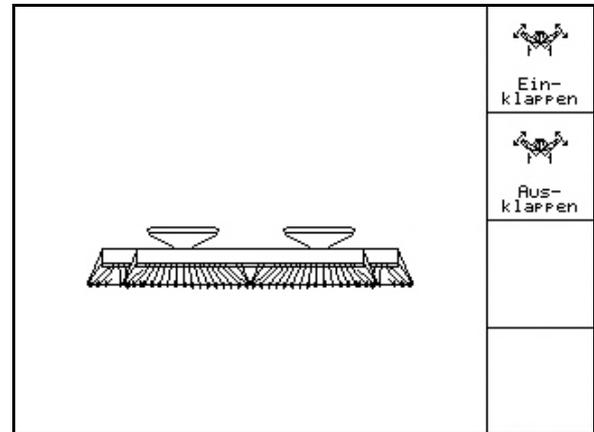

Fig. 57
-  Mude para o submenu Dobrar (Fig. 57).